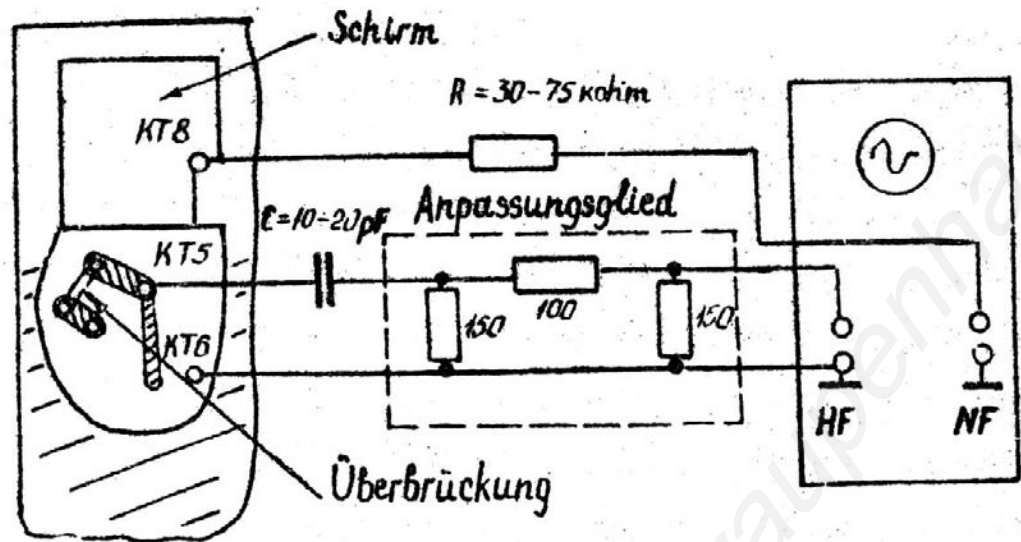

Abb. 3. Anschlußschaltung zum Abgleich der Endstufe
- a) Signal vom HF-Ausgang des Wobbelgenerators im Frequenzbereich 30...45 MHz über Kondensator 10...20 pF und Anpassungsglied an den Kontrollpunkt KT5 der Platine geben, und den NF-Eingang des Generators über Widerstand 30...75 kOhm an KT8 anschließen. Anschlußschaltung zeigt Abb. 3.
- b) Brücke zwischen dem Anschlußstift 3 des Schwingkreises Ko9 und KT5, die in Abb. 3 gezeigt ist, trennen;
e) Brückenach Abb.3 einlöten.